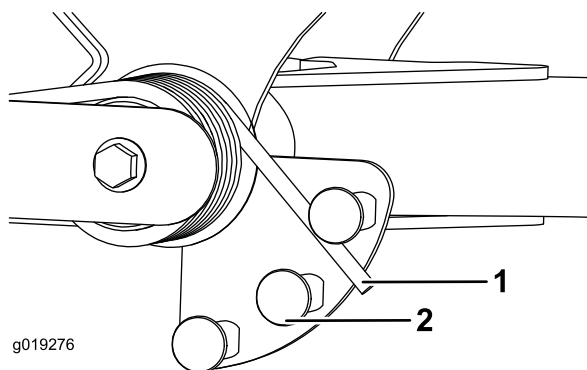

图38
2. 将一个管子或类似物体插入长弹簧一端，并将其围绕弹簧传动器旋转至所需位置（图38）。